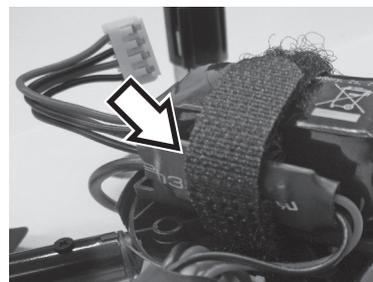

Abb. 1
3. Stecken Sie den männlichen Steckverbinder (3) der Kamera auf die weibliche Eingangsbuchse des "RC EYE One S".
4. Legen Sie die Batterie wie üblich ein. Sichern Sie die Batterie einschl. Netzteilplatine (2) und Kamerakabel mit dem Klettverschlussband (siehe Abb. 1). **Achtung!** Es ist sehr wichtig, die